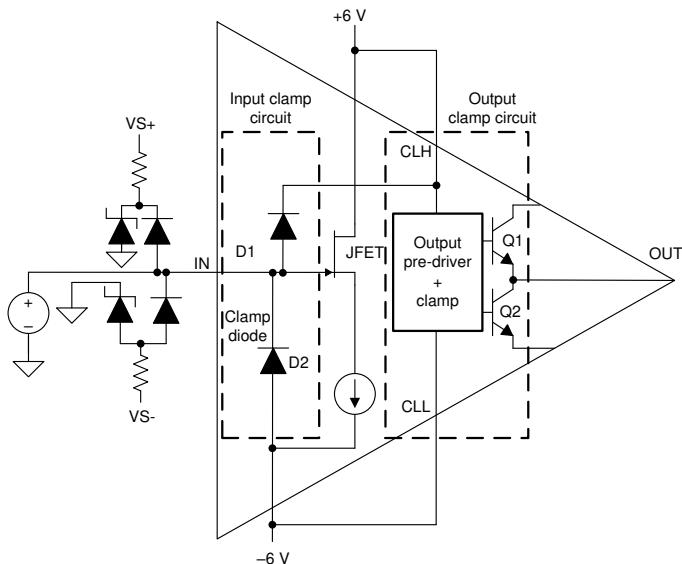

図 7-2. 外部入力クランプ回路
- 図 7-2 に、D1 と D2 が電流定格 100mA に満たない場合の、外付けクランプ ダイオードの使用方法を示します。外部クランプを使用する場合は、CLH と CLL を V_{S+} および V_{S-} に接続することで、BUF802 の内部保護を無効化します。
- 図 7-2 は、CLH と CLL をそれぞれ V_{S+} と V_{S-} に接続することで、内部クランプが無効化されることを示しています。クランプが無効化されているとき、最大出力スイングはセクション 5.5 に記載されている出力スイングの仕様によって制限されます。セクション 5.7 に、出力クランプの応答時間と精度を示します。